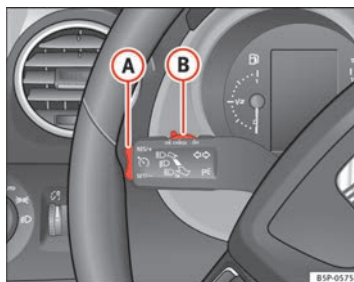

Fig. 154 Levier des clignotants et des feux de route : commande et touche basculante pour régulateur de vitesse
- Appuyez sur la partie supérieure **RES+** de la commande à bascule ⇒ fig. 154 **B** pour augmenter la vitesse. Tant que vous maintenez enfoncée la commande à bascule, le véhicule accélère. Lorsque vous lâchez la commande à bascule, la nouvelle vitesse est mémorisée.
⇒ fig. 154 (A).